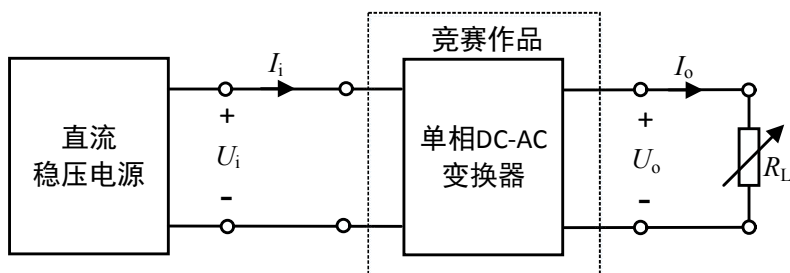

图 1 单相 DC-AC 变换器连接图
设计并制作如图 1 所示的单相 DC-AC 电源变换器，该电路的交流输出电压有效值  $U_o = 12\text{V}$ ，输出电流有效值  $I_o = 1\text{A}$ ，竞赛作品重量不大于 3kg。
(1) 图 1 中负载可采用合适的可调功率电阻器，注意安全，且注意避免短路，防止烧毁电路。
(2) 竞赛作品的全部电路都只能由图 1 中  $U_i$  端口供电，作品所需辅助电源可购买模块也可自制，并作为组成部分计入作品指标测量中。不符合此要求的供电模式不予测试。
(3) 题目中交流参数均为有效值，DC-AC 电源变换器的转换效率为
(4) 制作时应考虑方便测试，合理设置测试点，可参考图 1，测试接线柱或香蕉插孔的中心间距不小于 10mm。